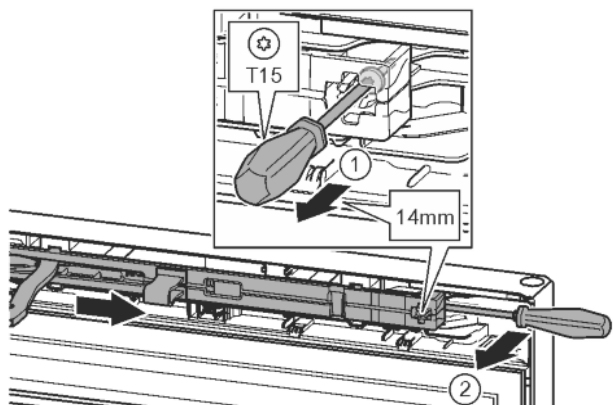

Fig. 10
- Przy pomocy śrubokręta T15 odkręcić śrubę na amortyzatorze zamykania drzwi ok. 14 mm. Fig. 10 (1)
- Od strony uchwytu, za amortyzator zamykania drzwi wsunąć śrubokręt i obrócić do przodu. Fig. 10 (2)
- Wyjąć amortyzator zamykania drzwi. Fig. 10 (3)